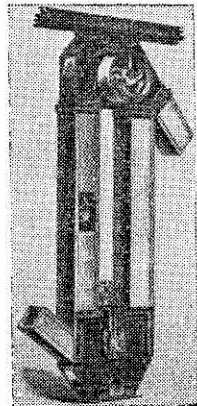

Figura 203.— Elevador con sus cajones y compuertas para café seco.
**Elevadores y transportadores.**— Para trasladar grano dentro de la casa de beneficio, llevándolo a las diversas máquinas, es necesario valerse de elevadores y transportadores. (Figura 203 y 204).